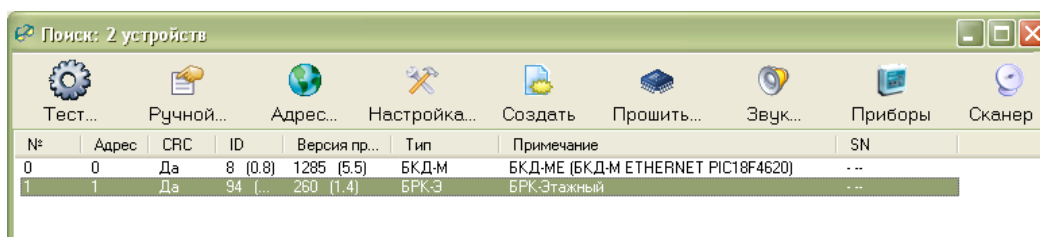

Рисунок 29 - Поиск этажного концентратора БПК-Э
4) Обеспечить доступ программы RASOS к мастер-устройству системы. В программе RASOS добавить новый объект, установить параметры подключения для мастер-устройства системы, например, БКД-М. Произвести подключение к мастер-устройству. Выполнить поиск БПК-Э (рисунок 29).